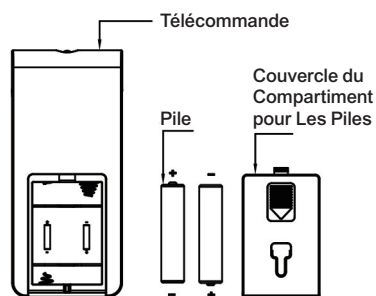

Fig. 7
- (b) Insérez les piles en vous assurant qu'elles sont disposées telles qu'illustré (voir la figure 7)